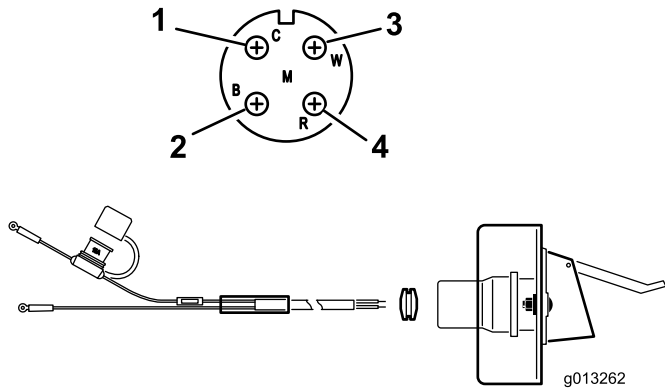

Bild 9
2. Verlegen und befestigen Sie das Elektrokabel von der Batterie zur Steckdosenhalterung (Bild 9).
3. Stecken Sie die Drähte durch die Steckdosen-Halterung und befestigen Sie die schwarze Gummidichtung über den Drähten (Bild 9).